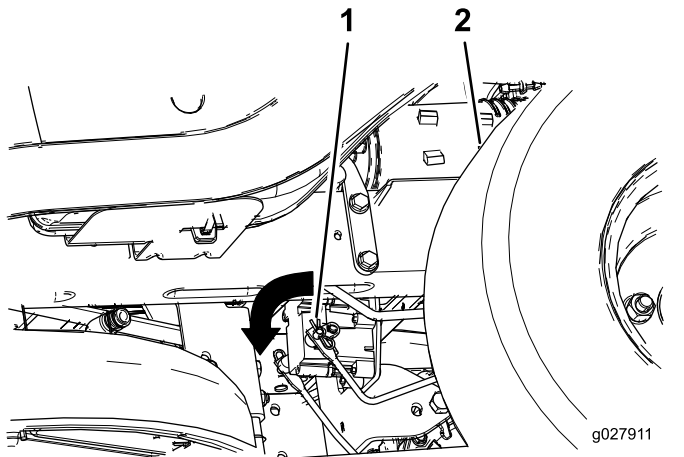

Bild 50
2. Ermitteln Sie die Welle an der elektrischen Bremse, an der die Bremsgestängearme angeschlossen sind (Bild 50).